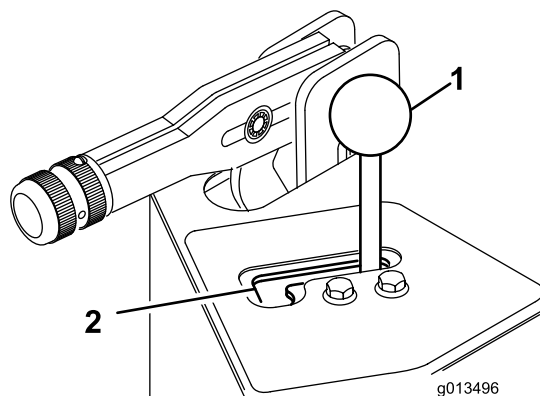

Figura 27
3. Desaperte os parafusos e porcas que prendem a guia da alavanca (Figura 27) ao resguardo da válvula.